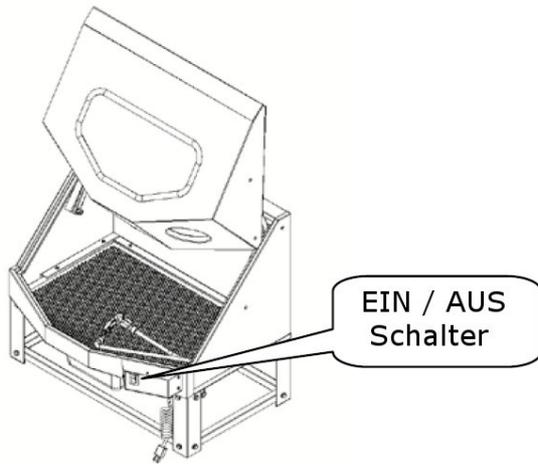

Fig. 7: encender las piezas de la máquina de lavado GTT 1
Paso 3: Conectar la lavadora de piezas con el Fuente de alimentación y encienda el interruptor de encendido a "ON". (Fig. 7)